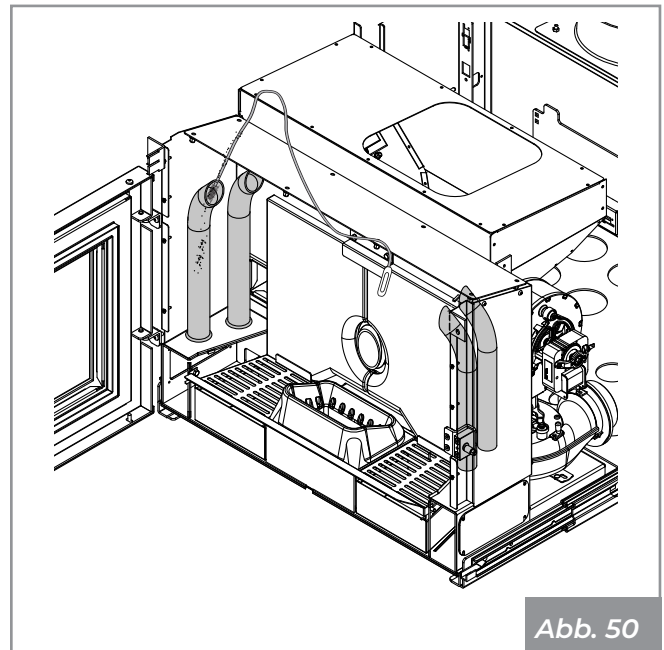

Abb. 50
- Entfernen Sie die Schrauben und Abdeckungen (A), nehmen Sie die Abdeckungen ab, um Zugang zu den Rauchsammlern zu erhalten (Abb. 50)